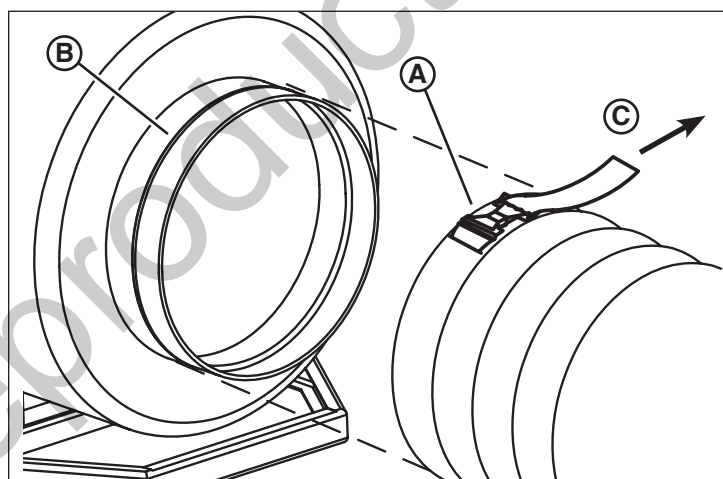

Figure 17
1. Installer le poignet de la conduite flexible avec la courroie et la pince (A, Figure 17) par-dessus la bague de sortie du chauffage. S'assurer que le poignet, la courroie et la pince sont au-delà du bourrelet sur la bague de sortie (B).
2. Serrer le poignet par-dessus la bague de sortie en tirant sur l'extrémité libre de la courroie (C).